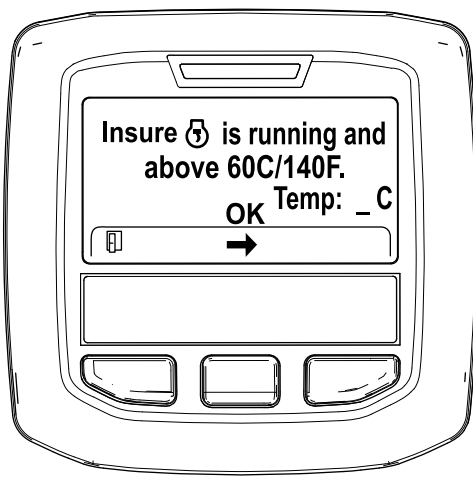

Figura 33
5. Se a temperatura do líquido de refrigeração for inferior a 60°C, surge a mensagem "Insure  is running and above 60°C/140°F" (Confirme que está a trabalhar e acima de 60°C/140°F) (Figura 33).